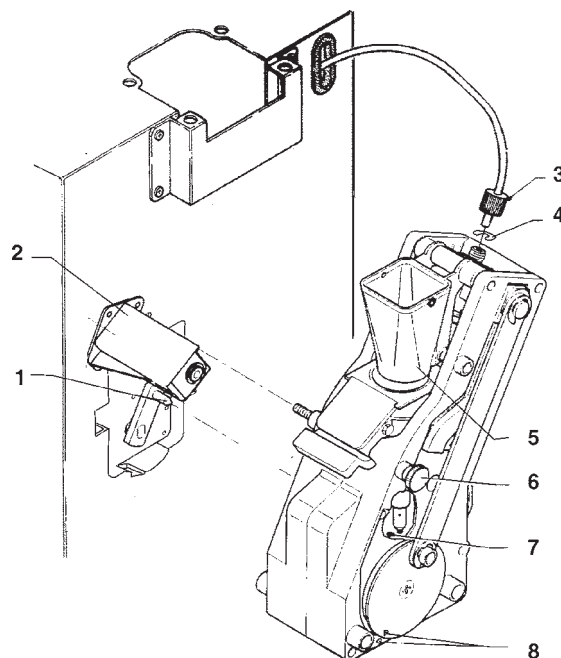

Fig. 24
- séparer le tuyau en Teflon de raccordement à la chaudière du piston supérieur, en prenant soin à conserver le joint (voir fig. 24);
- Desserrer les vis A et B pour ce qui est suffisant à dégager l'entonnoir café (voir fig. 24);